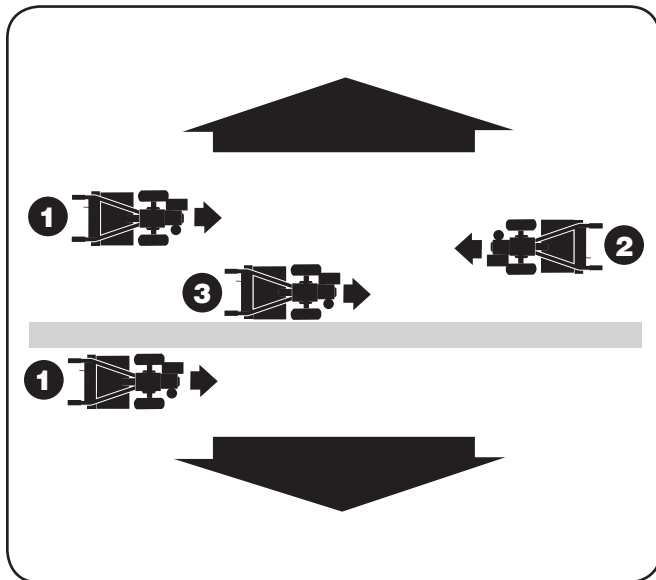

Figura 5-8
1. Para crear una terraza, comience en la cima de la pendiente y trabaje hacia abajo. Recorra la primera hilera hacia atrás y hacia adelante como se muestra en la Figura 5-8.